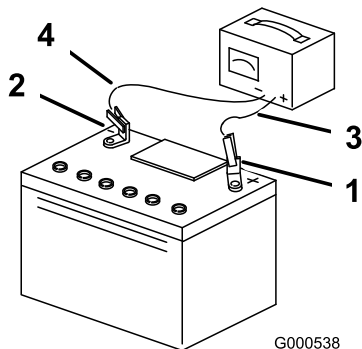

Bild 52
3. Ziehen Sie den Stecker des Ladegeräts aus der Steckdose, wenn die Batterie ganz aufgeladen ist. Klemmen Sie dann die Klemmen des Ladegeräts von den Batteriepolen ab (Bild 52).